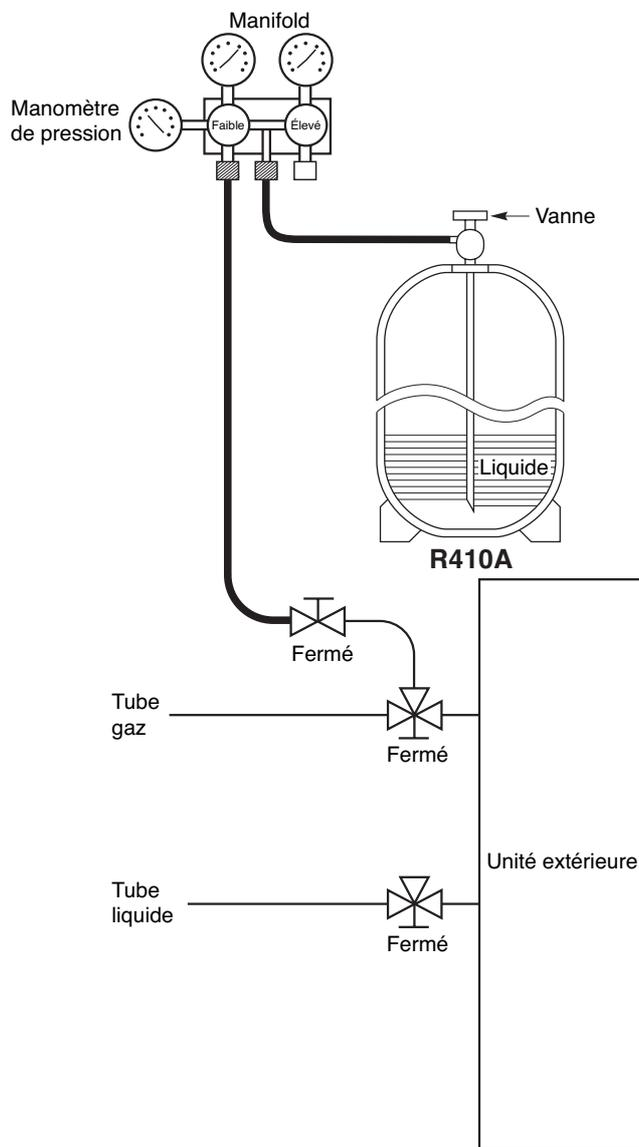

Fig. 8-5
- Charge de réfrigérant supplémentaire (calculée à partir de la longueur du tube liquide, comme illustré à la page 12 « Quantité de charge de réfrigérant supplémentaire ») à l'aide de la vanne de service du tube liquide. (Fig. 8-5)